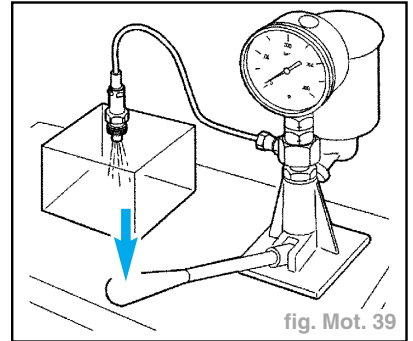

fig. Mot. 39
- Manomètre en service (fig. Mot. 39).